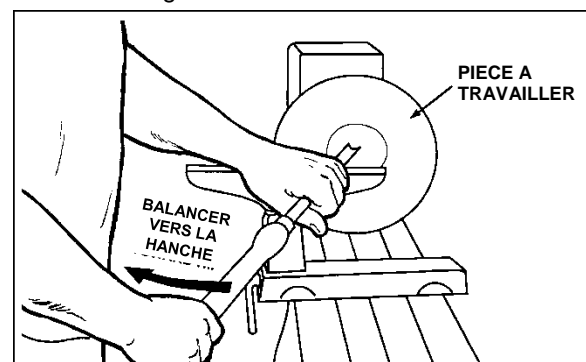

Figure 10-11
5. Placer la gouge coudée de 1/2 po sur le support d'outils au centre de la pièce à travailler avec la goujure tournée vers le haut du bol. La poignée de l'outil doit être à niveau et orientée à quatre heures, comme indiqué dans la figure 10-11.
6. Utiliser la main gauche pour contrôler le bord tranchant de la gouge, tandis que la main droite déplace la poignée de l'outil vers votre corps (Figure 10-11). La goujure devrait commencer orientée vers le haut de la pièce à travailler, et tourner vers le haut en s'enfonçant dans le bol pour maintenir une courbe homogène et propre. Au fur et à mesure que l'outil pénètre plus profondément dans le bol, déplacer l'outil progressivement vers le bord. Il peut être nécessaire de tourner le support d'outils dans la pièce au fur et à mesure que le bol est approfondi.